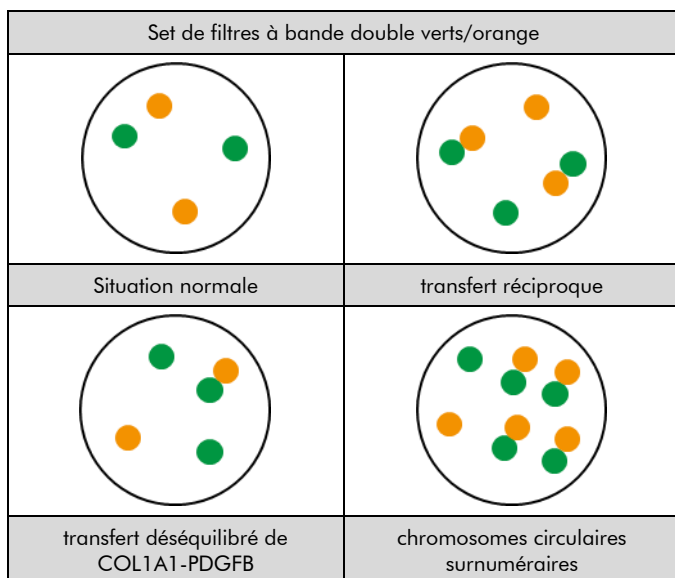

Fig. 2 : Résultats attendus dans les noyaux en interphase normaux et présentant une aberration
**Situation normale :** Dans les interfases de cellules normales ou de cellules sans translocation impliquant les régions géniques respectives, deux signaux verts et oranges distincts apparaissent (voir figure 2).
**Situation aberrante :** Une translocation réciproque est indiquée par un signal orange distinct, un signal vert distinct et deux signaux orange/vert de fusion. Une configuration de signal montrant un signal de fusion et un nombre variable de signaux verts et oranges séparés peut se produire en raison de translocations asymétriques. De multiples copies de signaux de fusion orange/vert indiquent la présence de chromosomes circulaires surnuméraires contenant des séquences de fusion COL1A1-PDGFB amplifiées de faible niveau. (voir figure 2).